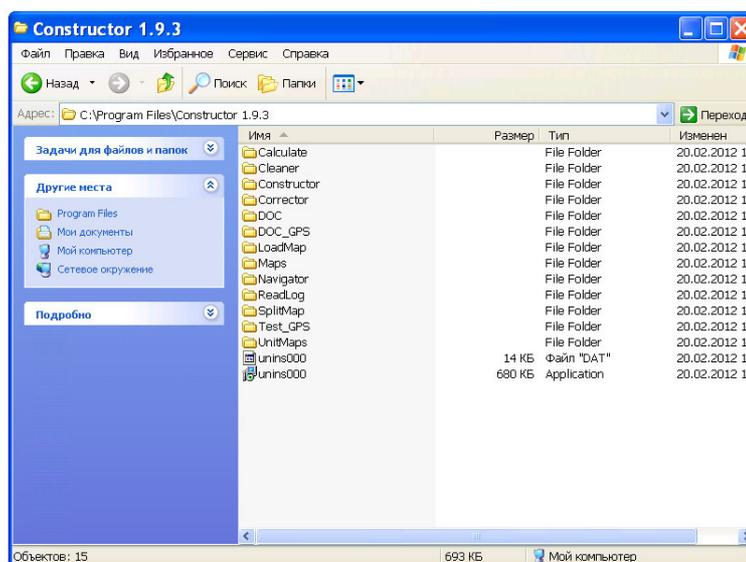

Рисунок 2.11
2.2.5.8 Перед началом работы с ПО УФК ознакомьтесь с текстовой документацией в соответствии с таблицей 2.1, хранящейся в созданном при инсталляции каталоге «Constructor» соответствующей версии (рисунок 2.11).